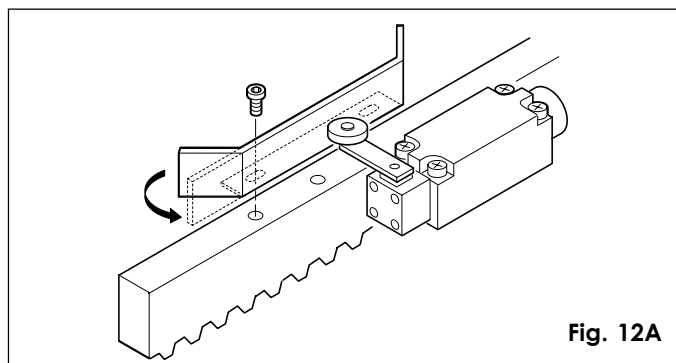

Fig. 12A
L'opérateur est équipé d'un fin de course mécanique à levier avec galet qui, après l'actionnement du levier par la plaquette métallique, commande l'arrêt du mouvement du portail (fig. 12A). Pour positionner correctement les deux plaquettes métalliques de fin de course fournies, procéder comme suit:
N.B.: Les plaquettes métalliques sont prévues pour une fixation éventuelle au moyen de vis (fig. 12A).
- a) La plaquette doit activer le fin de course sur la partie profilée comme indiqué fig. 12A.
- b) Pour éviter que la plaquette puisse dépasser le fin de course (freinage long), il est recommandé de redresser la partie d'extrémité profilée comme indiqué fig. 12A.